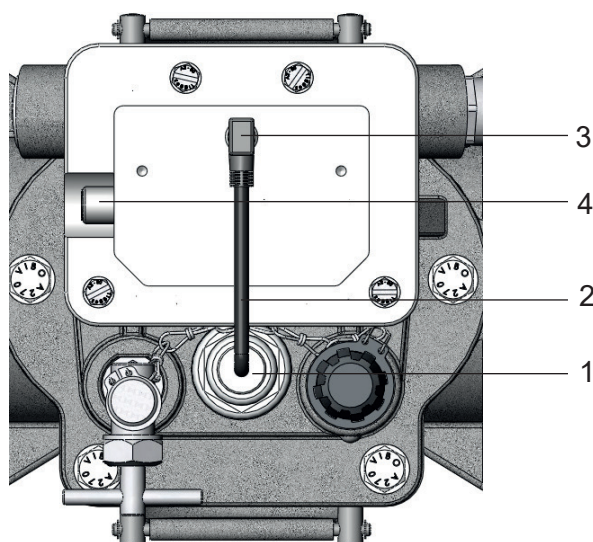

Рис. 8 - Колпак коробки вводов
Зонд (рис. 8/ № 1) установлен в крышке реле. В колпак коробки вводов интегрирован электронный усилительно-анализирующий блок (рис. 8 /№ 12). Оба устройства при отпуске соединены друг с другом кабелем (рис. 8/ № 2) и электрическим соединителем LS (рис. 8/ № 4). Снабжение рабочим напряжением 24 В DC, а также передача сигналов выполняется через выход усилителя (рис. 8/ № 5).
- В разъём M12 выхода усилителя (рис. 8/ № 5) вставить четырёхжильный кабель с приваренной угловой втулкой M12 .